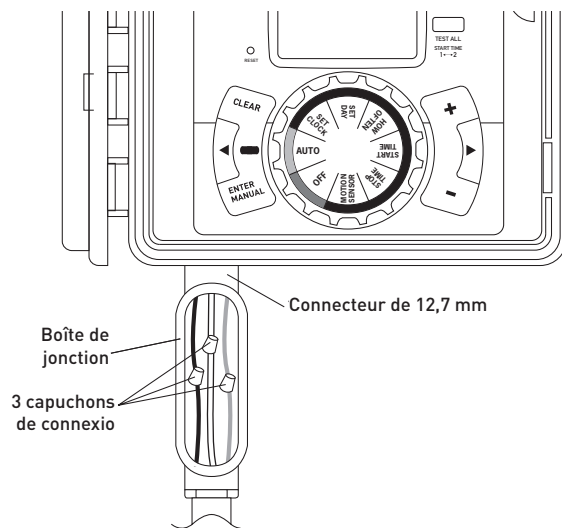

Figure 5 : Utilisation d'une boîte de jonction
Emplacements extérieurs – si vous disposez d'une prise couverte de 110 V reliée à un disjoncteur différentiel, branchez le cordon d'alimentation sur cette prise. Si vous ne disposez pas d'une prise, le câblage du dispositif de commande doit être installé de façon permanente. Consultez la figure 5.
- Raccordez la boîte de jonction au dispositif de commande à l'aide d'une tige filetée de 1/2 po (boîte de jonction et tige filetée non incluses). Raccordez le conduit de la source d'alimentation à l'entrée de la boîte de jonction, en vous conformant à tous les codes applicables. Consultez la figure 5.